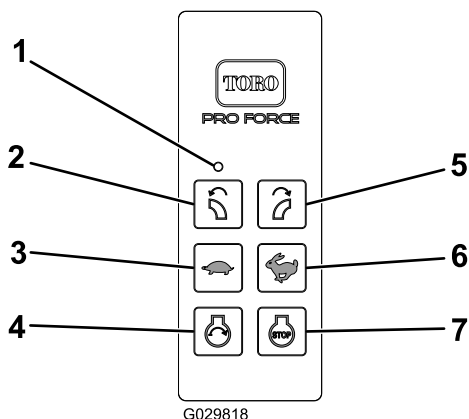

Рисунок 13
4. После нажатия кнопки Start (Пуск) питание на систему запуска двигателя будет подано только при наличии условий для запуска двигателя. Режим разрешения запуска двигателя начинает действовать, только когда выполнена описанная ниже последовательность разрешения запуска двигателя (**Рисунок 13**):